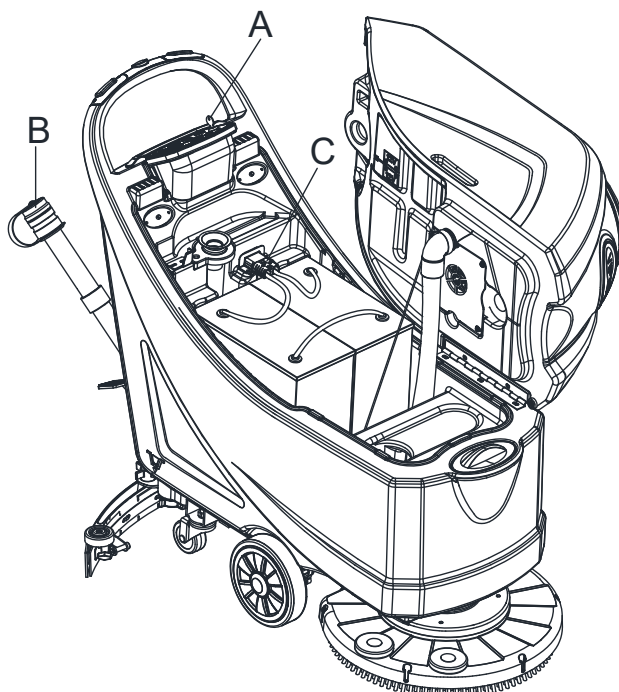

Figura 23
4. Limpe a tampa do tanque de recuperação (A), o tanque de recuperação (B) o tanque de água (C) e o suporte do filtro (E). Esvazie o tanque de recuperação através da mangueira de drenagem (B, Figura 23).
2. Desligue o cabo de alimentação (C, Figura 23) da tomada.